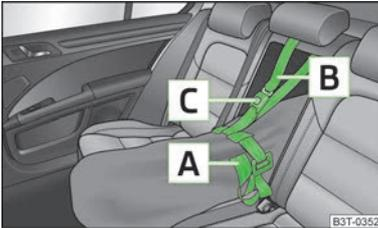

Abb. 101
- Das Zugband **A** am freien Ende um die Skier vor den Bindungen festziehen » Abb. 101.
- Nach dem Beladen mit Skiern muss der Durchladesack mit dem Sicherungsband **B** » Abb. 101 gesichert werden.